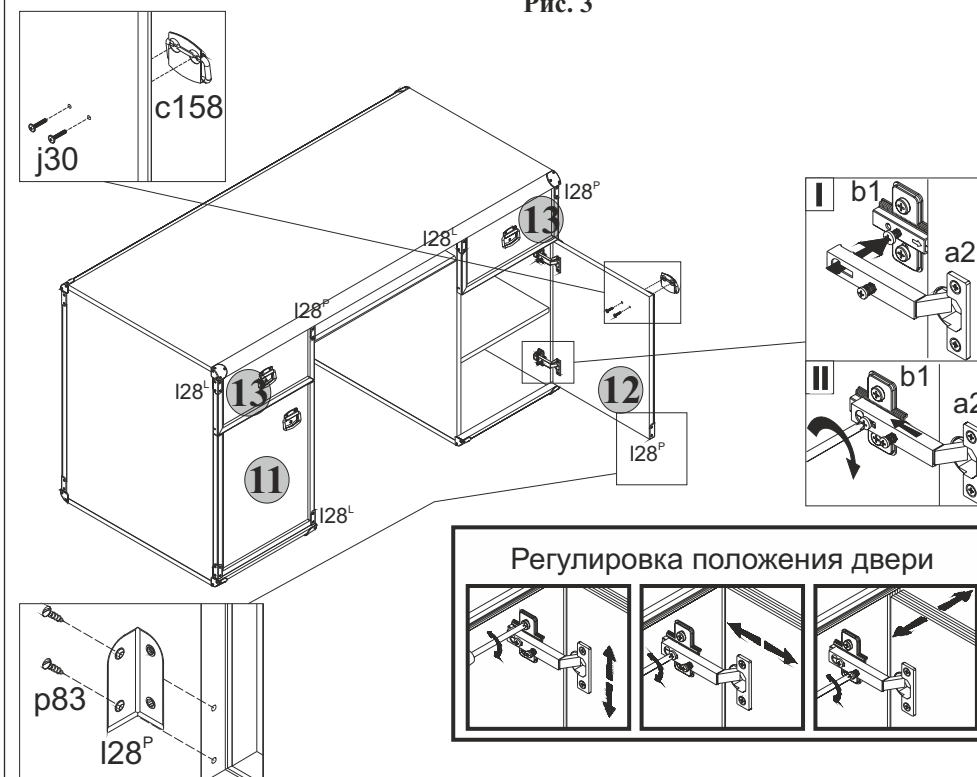

Рис. 4
5.33 Навесить двери на боковые стенки **1 и 2**, совместив петли шарнирные **a2** с направляющими петель **b1 (см.рис.4)**. При необходимости отрегулировать положение дверей, вращая регулировочные винты на петлях и направляющих петель.